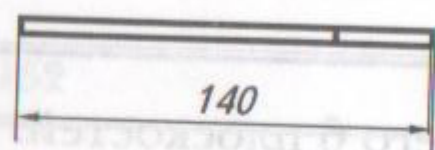

Рис. 158
3. Отметить длину заготовки (рис. 158).